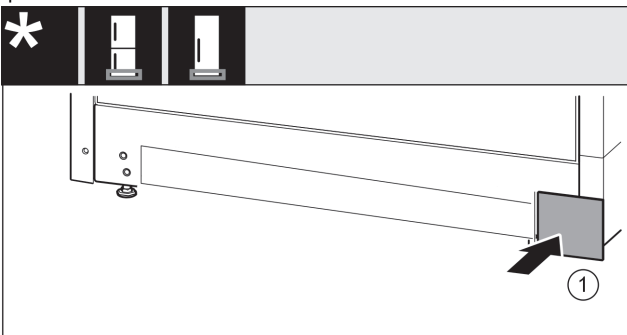

Fig. 37
- ▶ Volver a colocar la cubierta en el otro lado. *Fig. 37 (1)*